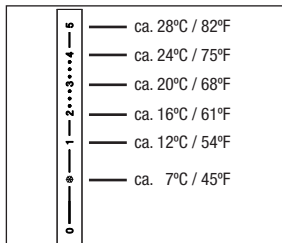

Fig.5 Scala di temperatura della testa termostatica "vindo TH"
- Impostare la testa termostatica alla temperatura ambiente desiderata (Fig. 5).